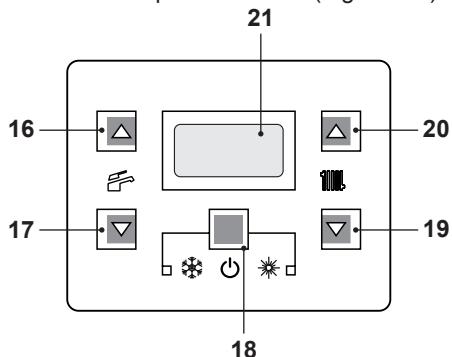
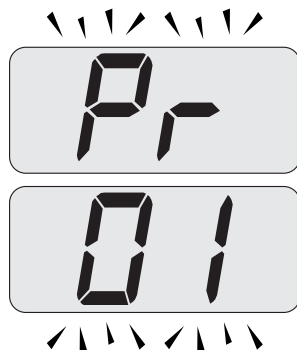
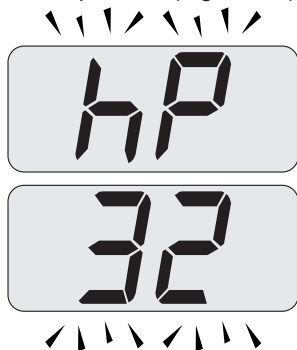

Figura 7.2
Figura 7.3
Figura 7.5
- Entrare in "modalità programmazione" premendo contemporaneamente per 10 secondi i tasti 18 - 19 - 20 (Figura 7.2) fino a far apparire sul display LCD le lettere **Pr** che si alternano con il codice **01**, indicanti l'entrata nel "parametro 01" (Figura 7.3).
- Premere contemporaneamente i tasti 19 e 20 (Figura 7.2) fino a far apparire sul display LCD le lettere **LP** che si alternano con il valore di temperatura dell'acqua di riscaldamento (es. **45**), indicanti l'entrata nell'attivazione della "funzione spazzacamino" alla potenza minima (Figura 7.4).
- Premere il tasto 20 (Figura 7.2) per entrare in modalità "spazzacamino alla potenza minima in riscaldamento". Sul display appare **hP** alternato alla temperatura dello scambiatore primario (Figura 7.5).
- Premere il tasto 19 (Figura 7.2) fino a far apparire sul display LCD le lettere **LP** che si alternano con il valore di temperatura dell'acqua di riscaldamento (es. **60**), indicanti l'entrata nell'attivazione della "funzione spazzacamino" alla potenza minima in sanitario (Figura 7.8).
- Spegnerne la caldaia tenendo premuto per 2 secondi il tasto 18 (Figura 7.2) fino a far apparire sul display LCD il simbolo  (Figura 7.9).